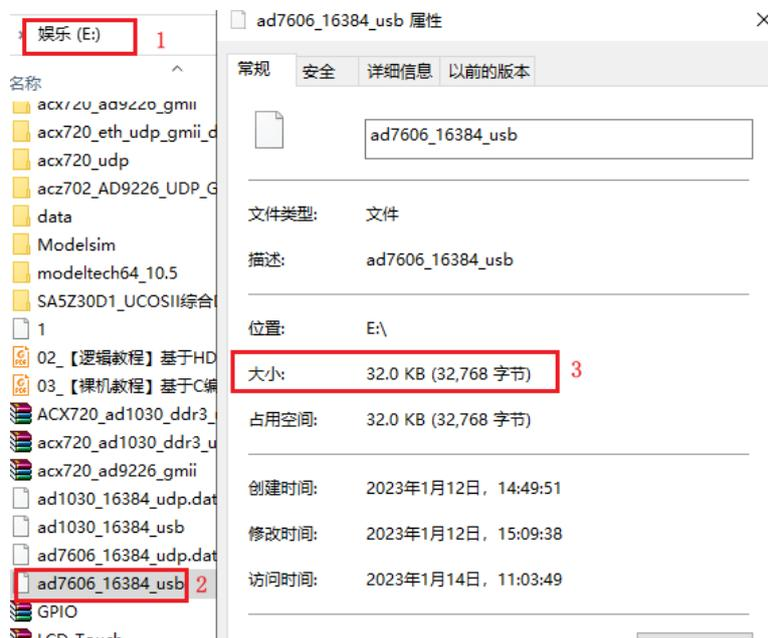

图 1-28 查看接收文件大小
10. 我们根据前面第 8 步设置的文件路径，找到数据文件，然后右击选中属性，查看文件大小，如下图 1-28 所示。从图中可以看出，文件大小为 32768 字节，符合我们之前设置的采样数量的大小。